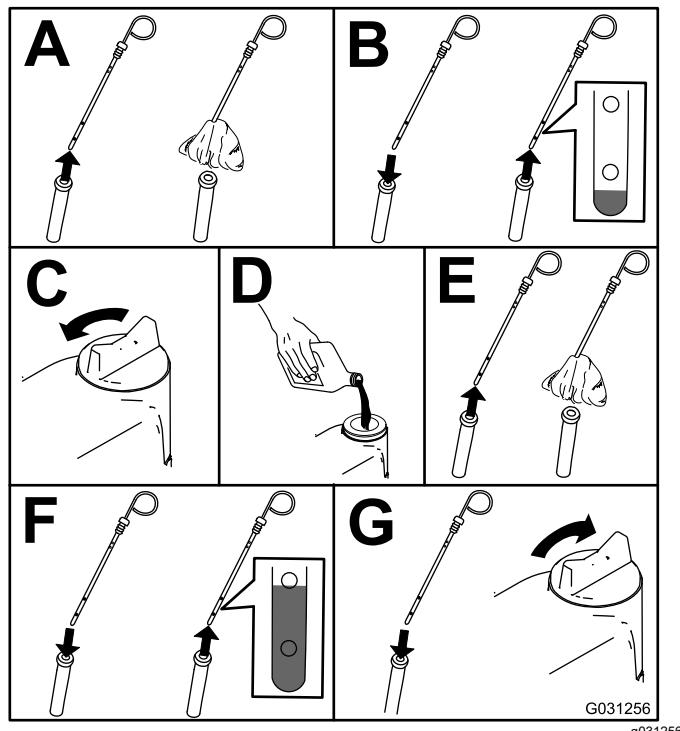

Рисунок 49
- Проверьте уровень масла в двигателе, см. Рисунок 49.